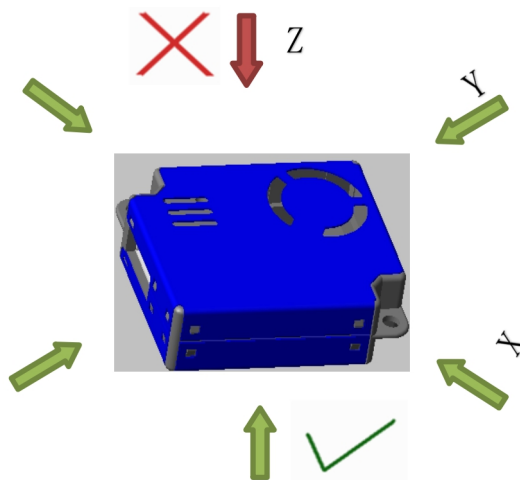

图9
- 4、风扇处为出风口，粉尘采集孔为进气口，在传感器使用过程中应尽量避免将传感器直接安置于净化器自身风道内部，如无法避免应针对传感器安装位置设立一个独立的空间结构，气流方位参照图 9 所示，传感器不要受到红色箭头方向的气流冲击，传感器风扇出风口周围 2cm 之内不能有遮挡物，在这个独立的空间中应避免传感器出风口气流直接回流至进风口，从而影响传感器检测值的准确性。